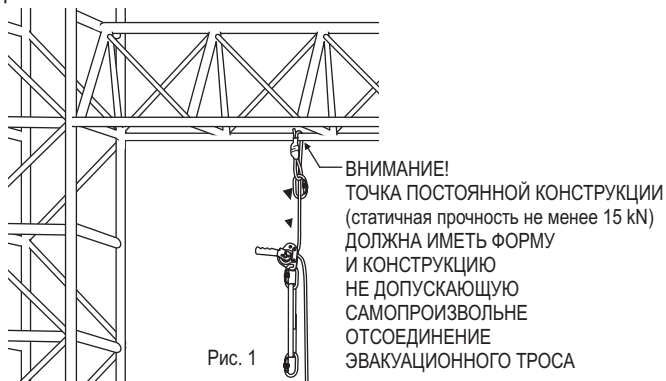

Рис. 1
A. Присоединить эвакуационный трос к точке постоянной конструкции, имеющей статичную прочность не менее 15 kN - рис. 1. Точка постоянной конструкции должна находиться над местом проведения спасательной акции. Следует обратить внимание на то, чтобы ее положение не препятствовало спуску и проведению спасательной акции. Рекомендуется применять обозначенные и сертифицированные точки постоянной конструкции, соответствующие норме EN 795.